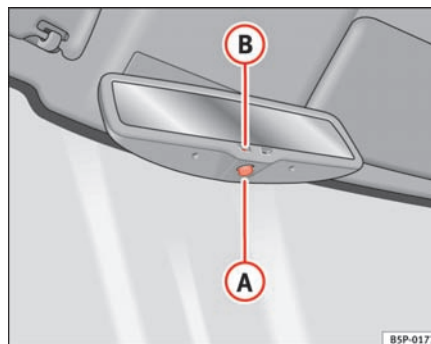

Fig. 69 Bakspejl med automatisk afblænding
- Tryk på knappen (A) ⇒ fig. 69. Advarselslampen (B) slukker.
- Tryk på knappen (A) ⇒ fig. 69. Advarselslampen tænder.